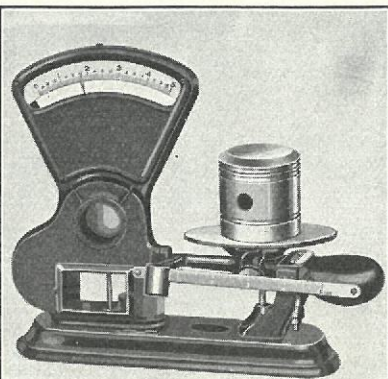

Fig. 241
- 405** Ved Indsætning af nye Stempler udvælges Stempler, der alle har omtrent samme Vægt. Dette kan gøres ved at veje dem, som vist i Fig. 241.